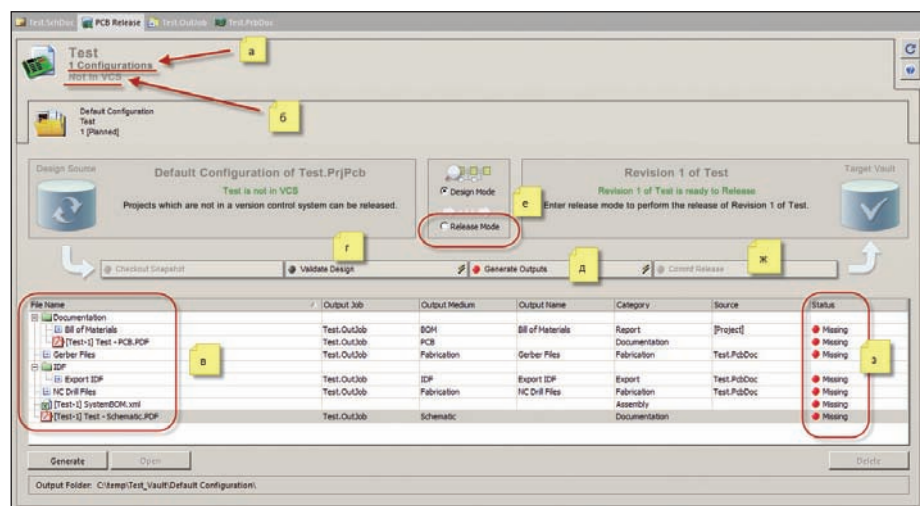
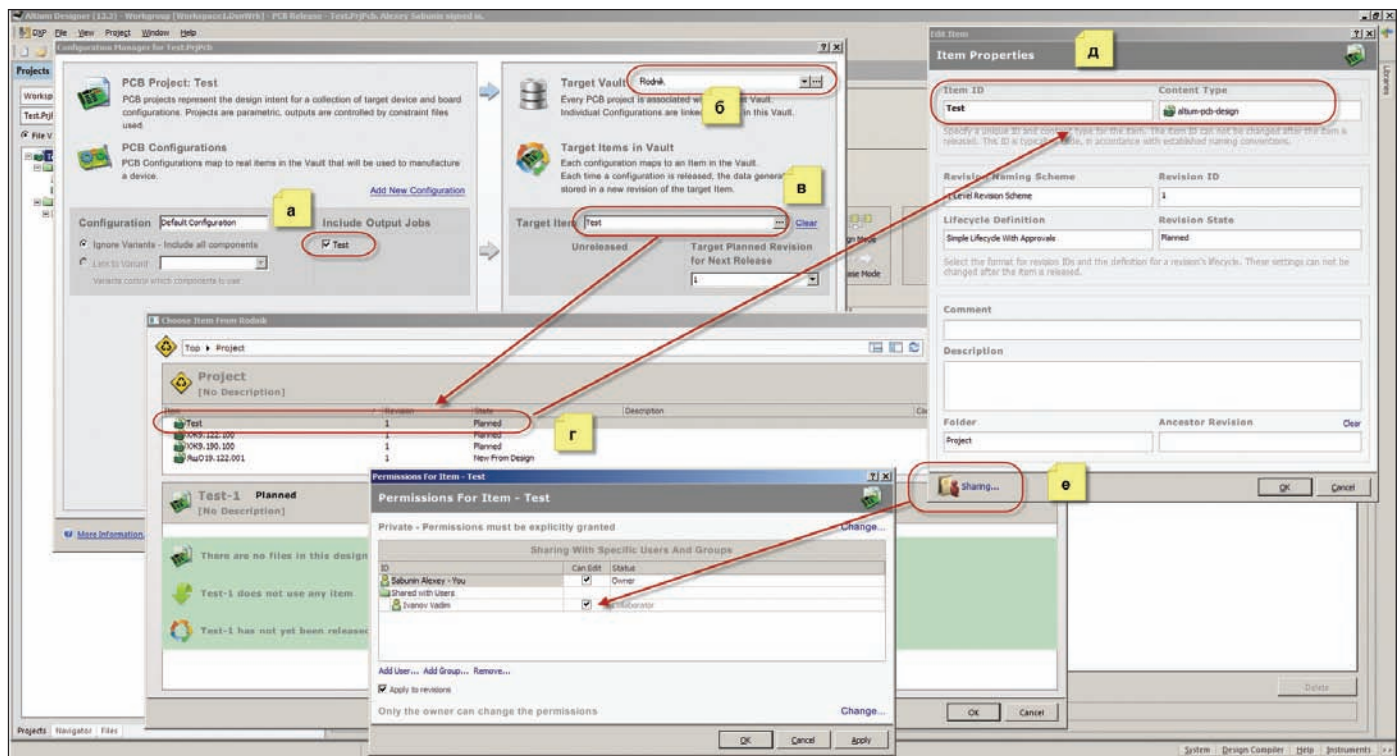

Рис. 3. Этапы процесса выпуска проекта
Рис. 4. Настройки конфигурации и регистрация проекта
Здесь следует подробно разобраться с каждой стадией маршрута выпуска проекта, которые показаны на рис. 3. Первым действием необходимо создать так называемую конфигурацию, в которой будет сказано, какой комплект документации и выходных файлов необходимо получить из проекта, а также какой уровень проверки будет определен для данного проекта. Создание конфигураций актуально для тех случаев, когда выполняются разные итерации проекта (например, опытный образец или серийное производство). Чтобы создать конфигурацию, необходимо щелкнуть левой клавишей мыши на названии проекта или на названии конфигу-
рации под ним (рис. 3а). В нашем случае Test — это название проекта, 1 Configuration — название конфигурации.
В открывшемся окне Configuration Manager for XXX.PrjPcb следует задать название конфигурации и указать, какой файл OutJob использовать для данной конфигурации (рис. 4а). В описываемом примере используется всего один файл с названием Test.OutJob, он и выбран. Именно в этом файле хранится вся информация о том, какие документы будут сформированы из проекта и какие проверки будут обязательно выполнены — то
Независимо от настроек конфигурации в этом же окне выполняется регистрация проекта в хранилище, для чего указывается нужное хранилище (рис. 4б) и создается новый объект (Item) хранилища (рис. 4в). При создании нового объекта желательно выбрать подходящую для этого директорию, так как все директории в хранилище имеют свое назначение. Конечно, можно создавать и общие папки (не присваивая им никаких стату-
сов), но гораздо удобнее указывать для каждой папки, какие объекты в ней будут храниться. В описываемом примере была выбрана директория *Project* (рис. 4г) и в нее добавлен объект *ItemID=Test* со свойством *Content Type = Altium-pcb-design*, то есть проект печатной платы (рис. 4д). Здесь же можно задавать ограничения и указывать пользователей для совместной работы (рис. 4е). После того как заданы все данные, необходимо последовательно закрыть все диалоговые окна, показанные на рис. 4, и продолжить работу с маршрутом (рис. 3). Над более-менее сложными проектами часто работают несколько пользователей — как в разных прикладных областях (например, конструктор делает плату, разработчик — схему), так и по нескольким исполнителям в одном направлении (то есть топологию одной платы разрабатывают несколько инженеров-конструкторов). В таких случаях необходима возможность многопользовательской работы над одним проектом, и наиболее удобным инструментом для реализации такой возможности является система контроля версий [3]. Программа Altium Designer имеет встроенный интерфейс с системами контроля версий и позволяет отслеживать версию документов при многопользовательской работе [4]. Однако пользователи не всегда, внося изменения в свою часть разра-
ботки, вносят эти изменения в общий проект на сервере, что порождает целый ряд дополнительных проблем. В AVS такие проблемы решаются следующим образом: при использовании системы контроля версий необходимо иметь актуальную версию проекта при выпуске его в хранилище AVS. В окне *PCB Release* проверяется актуальность версий всех файлов, входящих в проект (рис. 3б). В рассматриваемом примере указан статус *Not in VCS* — то есть проект не проверяется системой контроля версий. Если проект готов и для него создана хотя бы одна конфигурация с указанием настроек регистрации проекта в хранилище, а также проект зарегистрирован в системе контроля версий (последнее не обязательно), можно запускать процесс передачи проекта в хранилище или, говоря языком Altium, выпускать проект. Для этого его нужно перевести из состояния *Design Mode (Режим разработки)* в состояние *Release Mode (Режим выпуска)*, как показано на рис. 3е. После этого можно запускать индивидуально каждый из этапов, которые помечены на рис. 3 буквами г, д, ж, или сразу запустить процедуру *Commit Release* (рис. 3ж). В результате запуска процесса *Commit Release* будут выполнены следующие процедуры:
2. *Проверка проекта (Validate Design)*. На второй стадии происходит проверка всех правил, которые ранее были предварительно настроены в файле *OutJob* и указаны в настройках конфигурации (рис. 4а). К таким правилам относятся проверка схемы (Electrical Rule Check — ERC), проверка платы (Design Rule Check — DRC), проверка синхронизации между платой и схемой, а также проверка посадочных мест. Если хотя бы одна из проверок завершается неудачей, дальнейший процесс невозможен.